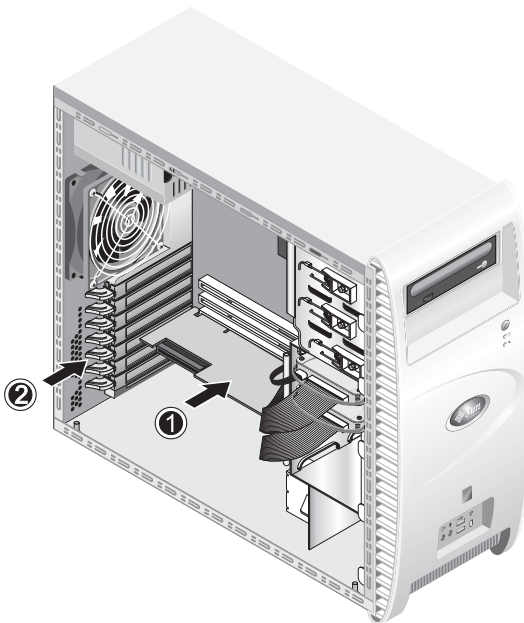

FIGURE 4-16 Installation de la carte PCI
8. **Installez la carte PCI dans l'emplacement sélectionné et appuyez dessus pour l'installer correctement (voir le point 1 de la FIGURE 4-16).**
9. **Faites pivoter le clip de retenue pour le remettre dans le châssis, jusqu'à ce qu'il soit en place (voir le point 2 de la FIGURE 4-16).**